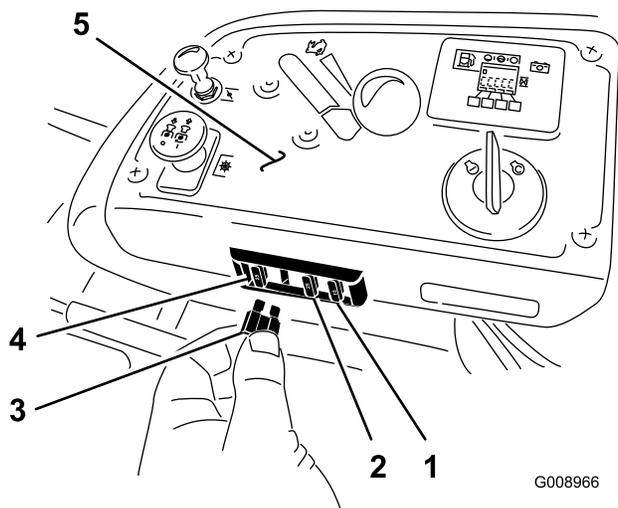

Figura 56
1. Los fusibles están situados en la consola de la derecha, junto al asiento (Figura 56).
3. Instale un fusible nuevo (Figura 56).